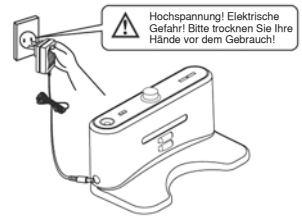

Abb. 2
4. Verbinden Sie den Ausgang des Adapters mit der DC-Buchse der Dockingstation. (siehe Abbildung 2)